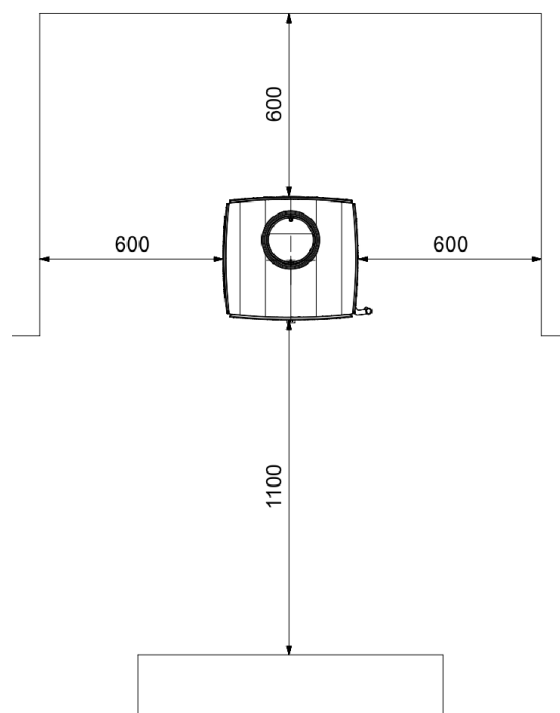

FIG. 7 DISTÂNCIA DE SEGURANÇA SEM PLACA DE PROTEÇÃO TRASEIRA (mm)
- Quando colocar a estufa, respeite as distâncias de segurança necessárias, quer do forno, quer da chaminé, das superfícies combustíveis (paredes de madeira ou forradas, solo de madeira, etc.,). Estas distâncias devem de ser respeitadas quando o recobrimento das paredes ou zonas próximas for suscetível de deterioro ou deformação pelo efeito das temperaturas (vernizes, tintas, P.V.C.. etc.). Fig. 7